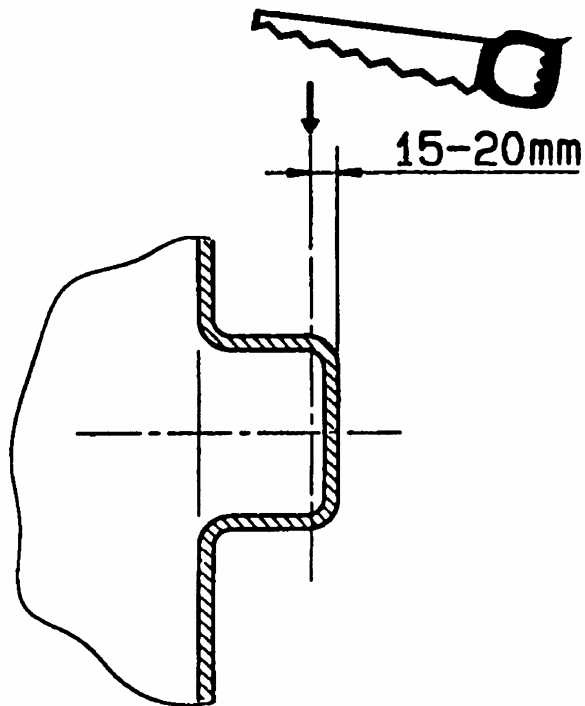

Рис. 4
- Подсоединение подводящего трубопровода: отпилить заглушку и вставить в нее подводящую трубу (DN 150) с уплотнительным кольцом (рис. 4а).
- Подключение вентиляционной трубы и трубы для прокладки кабеля: отпилить заглушку штуцера и присоединить трубу для вентиляции и прокладки кабеля (DN 100) с муфтой (рис. 4). Трубопровод прокладывать с уклоном к шахте.